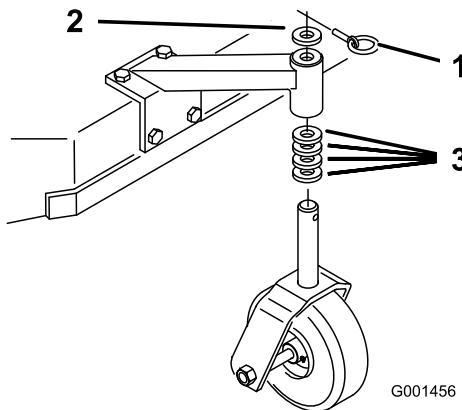

Figure 14
- En vous reportant au Tableau de hauteur de coupe, ajustez les entretoises des roues pivotantes en fonction du trou de réglage de l'essieu sélectionné (Figure 14).
- Retirez la goupille de verrouillage, sortez la roue pivotante de son support et changez les entretoises (Figure 14).
- Mettez la roue pivotante en place dans le support et insérez la goupille de verrouillage (Figure 14).